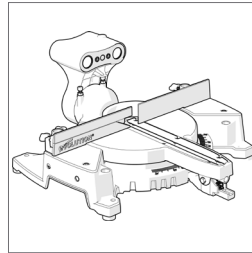

Abb. 1a
- Tisch und Gehrungshals. **(Abb. 1a)**